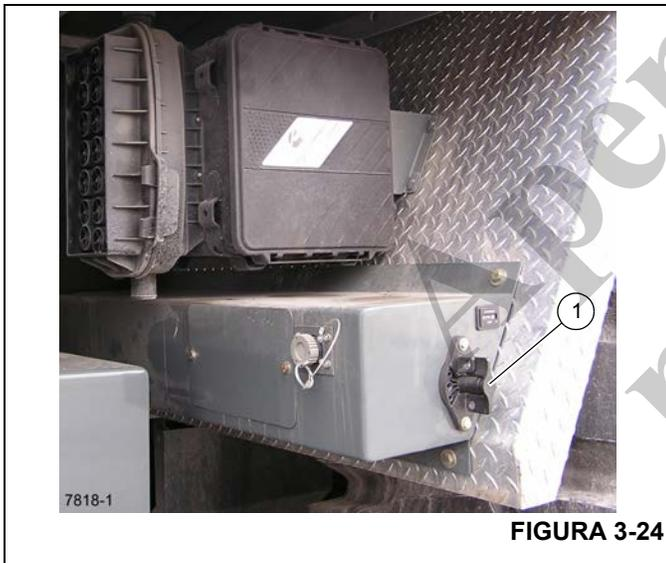

FIGURA 3-24
13. Coloque a Desconexão da bateria (1, Figura 3-24) na posição OFF (Desligada) (mostrada) se a máquina for ficar inativa por mais de 24 horas.